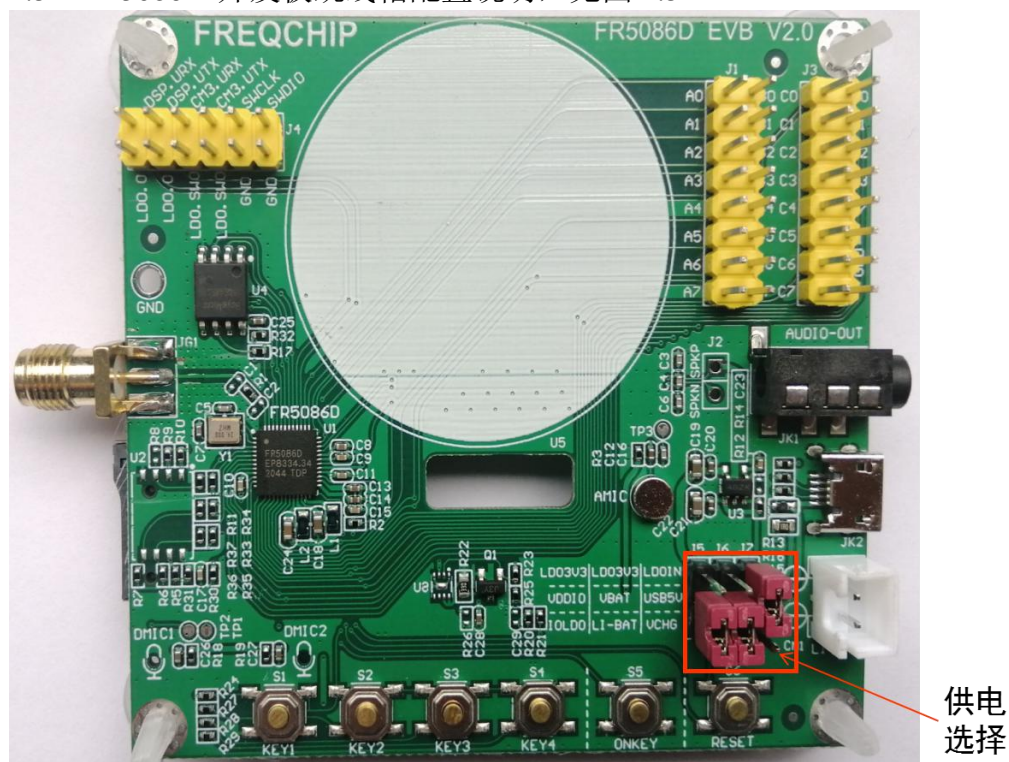

图 1.3
1.3 FR5086D 开发板跳线帽配置说明, 见图 1.3